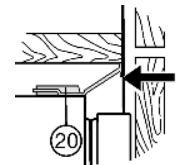

Fig. 16
- ▶ Если требуется, выставьте выравнивающий козырек Fig. 16 (20), смещая его параллельно крышке шкафчика. Нельзя допускать, чтобы он выступал.